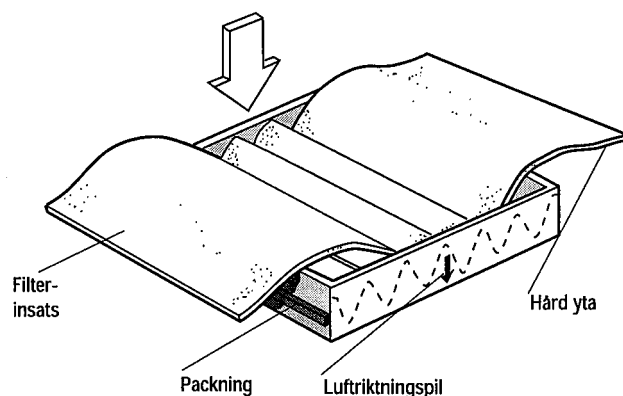

Fig. 4
- Placera den nya eller rengjorda filtermattan över kassetten och tryck ner mattan. Börja i mitten av kassetten, se fig. 4. Kontrollera att filtermattan når ut till kassettramen runt om denna.
OBS! Rengöringsbar filtermatta skall monteras med den hårda ytan sist i luftriktningen, se fig. 4.